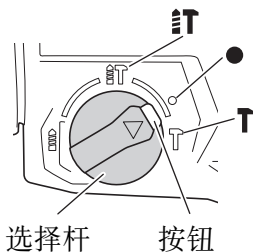

图 12
- (1) 安装工具（尖钻，冷锪等）。
- (2) 按下按钮，将选择杆调整至“IT”标记和“T”标记间的“●”标记处（图 12）。